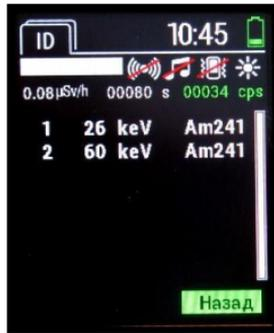

Рисунок 17 – Перегляд ідентифікованих піків
- перегляд ідентифікованих піків. Якщо кількість ідентифікованих піків буде занадто великою для одночасного відображення у полі, то для переходу вниз списку і їх перегляду необхідно перемістити джойстик приладу вниз достатню кількість разів (рис. 17). Піки відображаються у такому форматі: